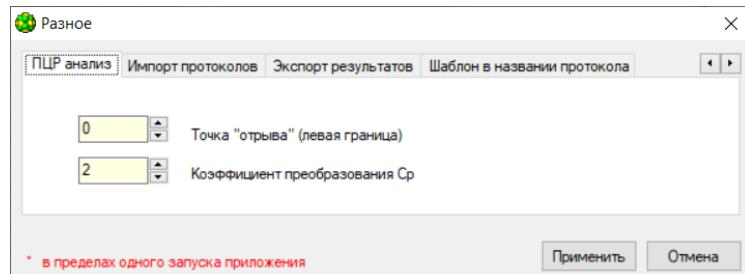

Рис.8 Вкладка «ПЦР анализ»
**ПЦР анализ:** определяем левую границу поиска «точки отрыва» в случае ПЦР анализа. Коэффициент преобразования (уменьшения) Ср относительно месторасположения максимума второй производной у ПЦР сигмоиды (Рис.8).